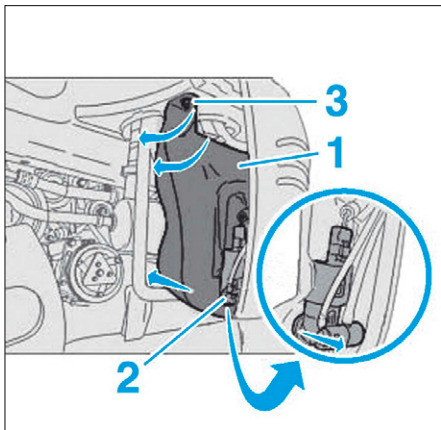

FIG. 20
- Placer un bac de récupération sous le réservoir de lave-glace (1) (Fig.20).
- Déposer la pompe de lave-glace (2).
- Déposer l'écrou (3) et extraire le réservoir de liquide lave-glace.